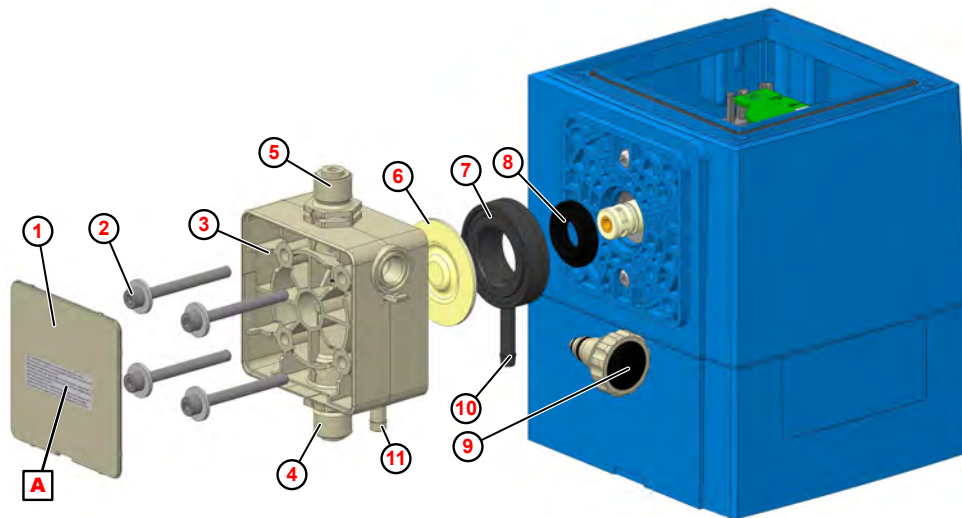

Fig. 23 : Remplacement de la partie supérieure de la pompe, de la membrane et de la membrane de protection
1. ➤ Dévisser les soupapes d'aspiration et de refoulement ( Fig. 23 , ④ et ⑤ ).
2. ➤ Dévisser la vis de purge ⑨ (uniquement en cas de remplacement de la partie supérieure de la pompe).
3. ➤ Retirer la plaque de recouvrement ① de la tête de dosage.
4. ➤ Desserrer les vis de la partie supérieure de la pompe ② et les déposer.
5. ➤ Déposer la partie supérieure de la pompe ③ .
6. ➤ Dévisser la membrane ⑥ .
7. ➤ Retirer la plaque intermédiaire ⑦ .
8. ➤ Retirer la membrane de protection ⑧ du coulisseau.
10. ➤ Poser la plaque intermédiaire de telle sorte que l'évacuation pour rupture de membrane ⑩ soit dirigée vers le bas.